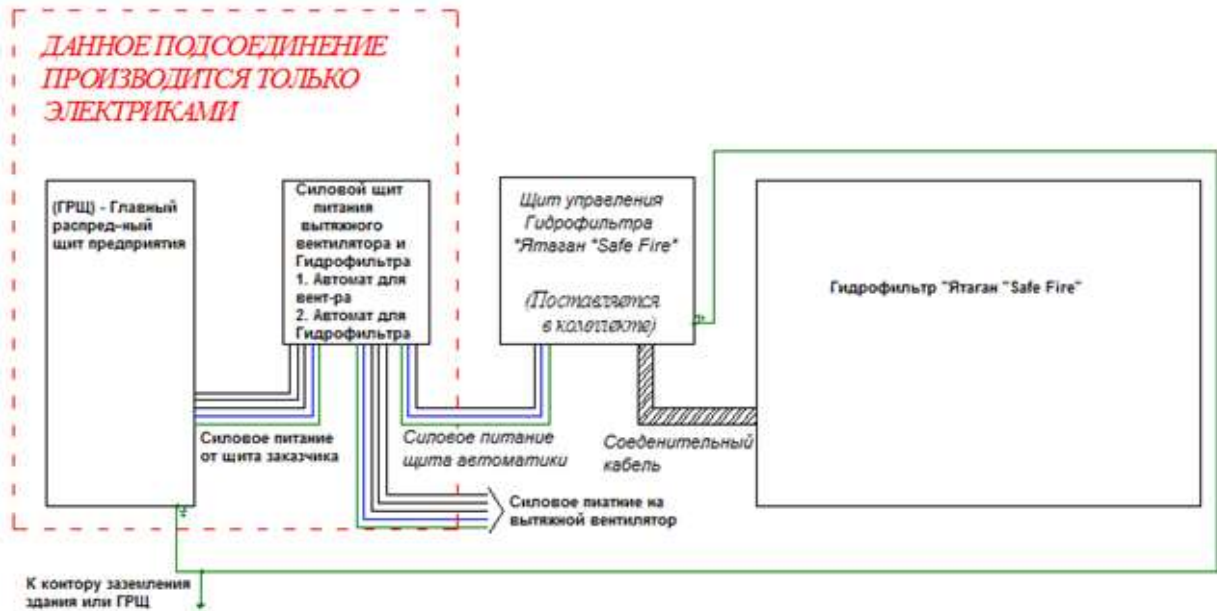

Рис. 10. Схема подключения электропитания Гидрофильтра «Ятаган «Safe Fire».
- 1.6. Подключить Щит Автоматики и управления (ЩА) и Щит Силовой (ЩС) с помощью электросоединительного кабеля, согласно схеме подключения электропитания (рис. 10.)